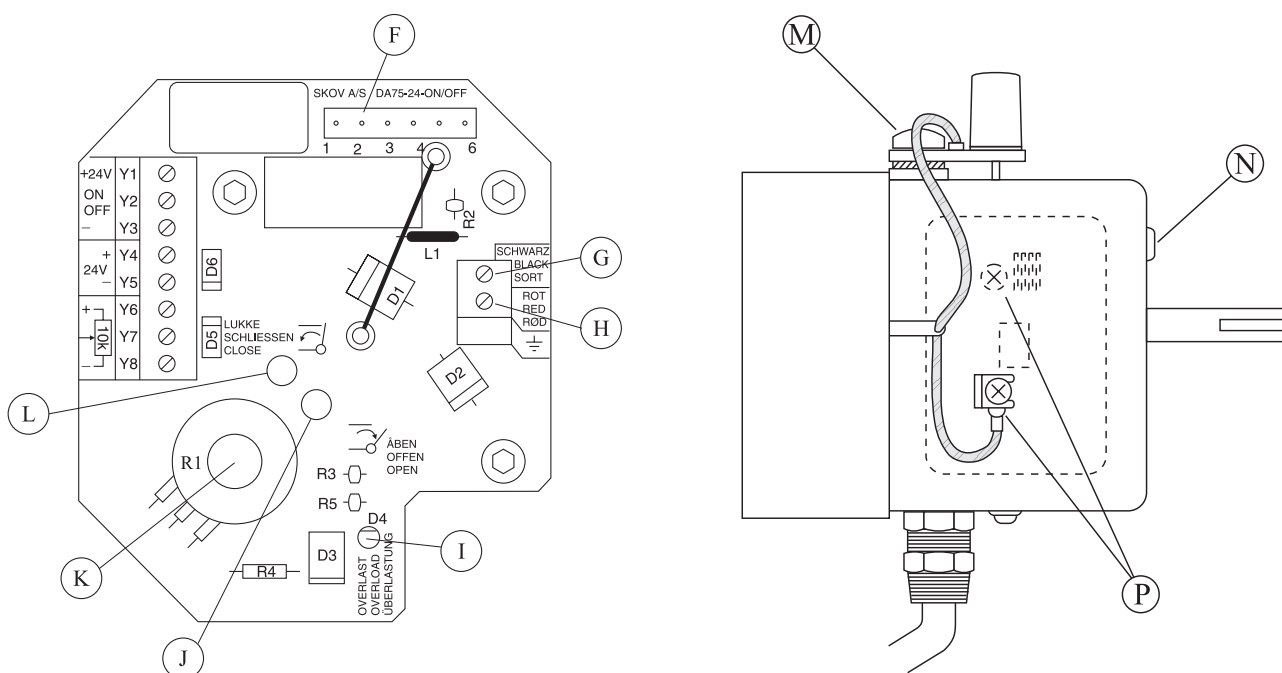

Abb. 5 Steuerplatine und Schaltkondensator
Wenn ja, den Schalter (C) auf Öffnen (aufwärts) stellen, den Deckel abnehmen und kontrollieren, ob der Stecker (F) eingesteckt ist. Die Spannung zum Motor zwischen Klemme (G) und (H) (Abb. 5, Steuerplatine) messen. Ist die Spannung in Ordnung und der Motor läuft nicht, die Kohle (P) kontrollieren. Hilft dies nicht, den Motor auswechseln. Falls keine Spannung, nachprüfen, ob die Überlastungslampe (I) rot leuchtet. Leuchtet (I), ist der Motor überlastet (zu viele Ventile, Drahtseil falls justiert). Überlastung entfernen, (B) auf MAN stellen und (C) auf 0 (Mittelstellung) für 10 Sekunden, damit die Überlastungssicherung abkühlen kann. Den Schalter (C) auf (aufwärts) oder (abwärts) stellen. Wenn keine Spannung, die Steuerplatine auswechseln.